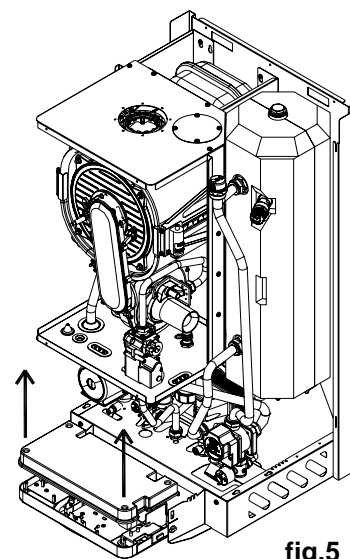

fig.5
- dévisser les quatre vis (fig.5) et retirer le capot